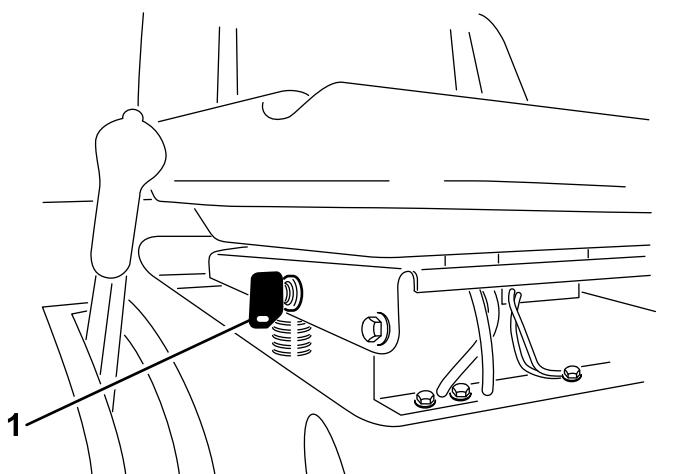

Figura 12
Se dovete utilizzare il comando delle lame (PDF) durante la retromarcia, escludete il microinterruttore di sicurezza agendo sull'interruttore KeyChoice, situato accanto alla staffa del sedile (Figura 12).
2. Inserite la chiave KeyChoice nell'interruttore (Figura 12).